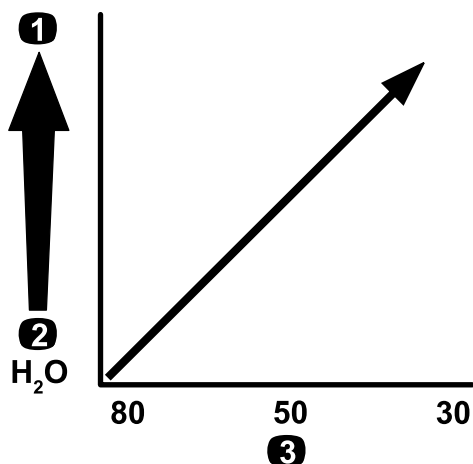

Рисунок 77
**Внимание:** При распылении химикатов с более высокой вязкостью (более плотных) или растворов со смачивающимися порошками может потребоваться применение более грубого сетчатого фильтра линии для приобретаемого отдельно фильтра линии всасывания; см. Рисунок 77.